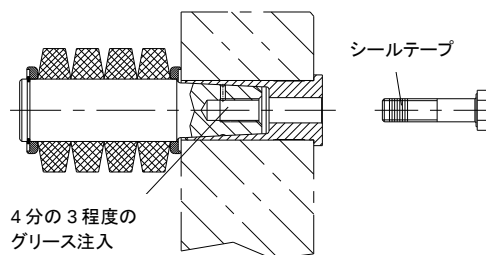

図 18: ねじ穴の清掃
- ボルトのねじ部にシールテープ Loctite 55 を巻いて下さい。この時、先端の 2~3 山はねじの締め込みができるようにシールテープを巻かずに露出して下さい(図 18 をご参照)。